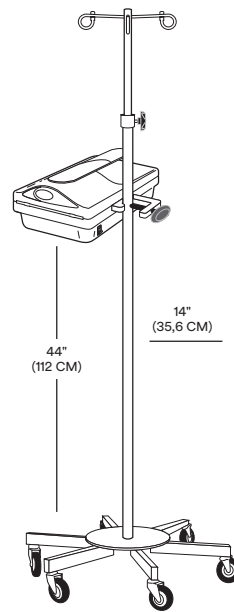

Figura 3
1. Collegare l'unità riscaldante per sangue/fluidi Ranger all'asta portaflebo. Serrare bene il morsetto per l'asta (vedere Figura 3).